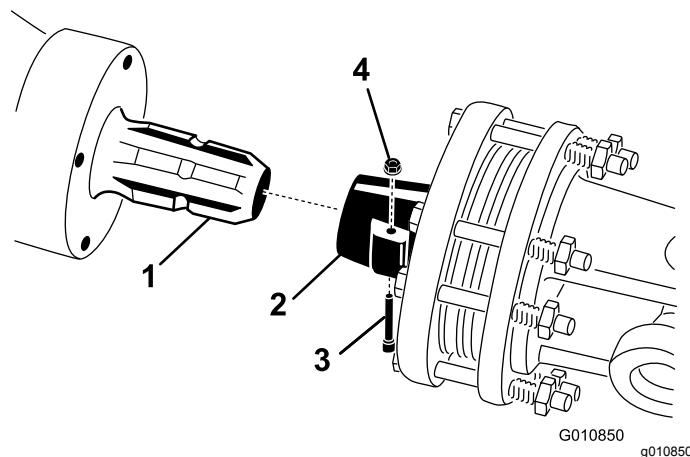

Figure 23
1. Retirez la goupille et l'écrou de l'arbre de PDF (Figure 23).
2. Accouplez le côté embrayage de l'arbre de PDF à l'arbre d'entrée du réducteur de l'aérateur (Figure 23). La goupille ne peut être insérée que dans un sens.